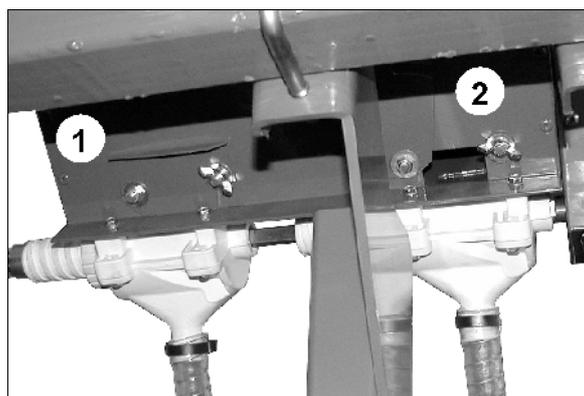

Fig. 54
2. Desserrer les écrous à ailettes des deux trappes de vidange (Fig. 54/1).